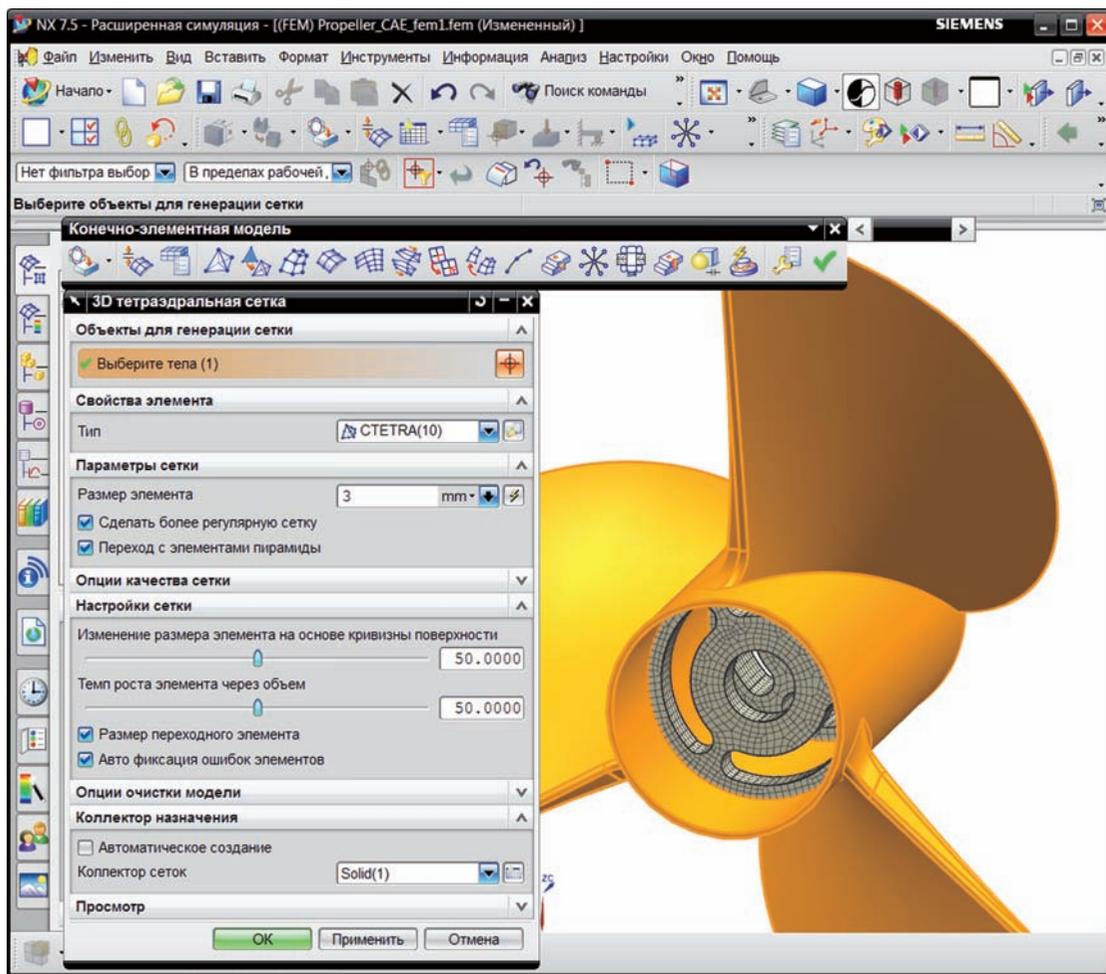

Рисунок 8.24
3.3. Для создания сетки для остальных частей конструкции выполните команду **3D тетраэдральная сетка (3D Tetrahedral)** (панель инструментов **Конечно-элементная модель (Finite Element Model)**), укажите (рис. 8.24):